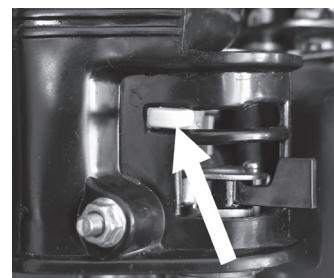

Abb. 8
- Stellen Sie den Chokehebel nach links in die Position EIN (Abb. 8). Zum Starten eines warmen Motors oder bei hohen Umgebungstemperaturen ist es nicht erforderlich, den Choke zu schalten.